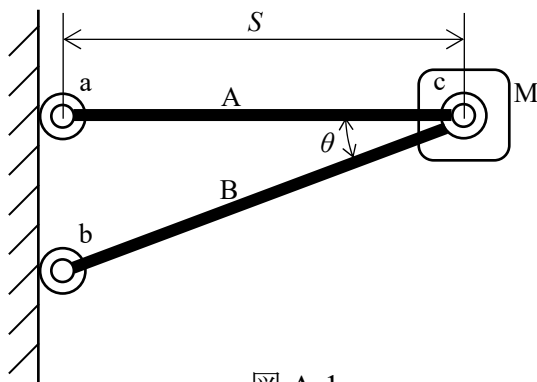

図 A-1
- A. 図 A-1 のように水平な節 A およびそれと θ の角度をなす斜めの節 B によって壁から S だけ離れた位置に質量 m の物体 M を保持する構造物を考える。壁と節の接合点 a, b および節どうしの接合点 c はいずれも回転自在のジョイントとする。また物体 M は接合点 c の位置にあるが大きさは無視する。2 つの節は縦弾性率 E 、許容引張応力 $\sigma_{\max}$ の材料で作る。次の各問に答えよ。